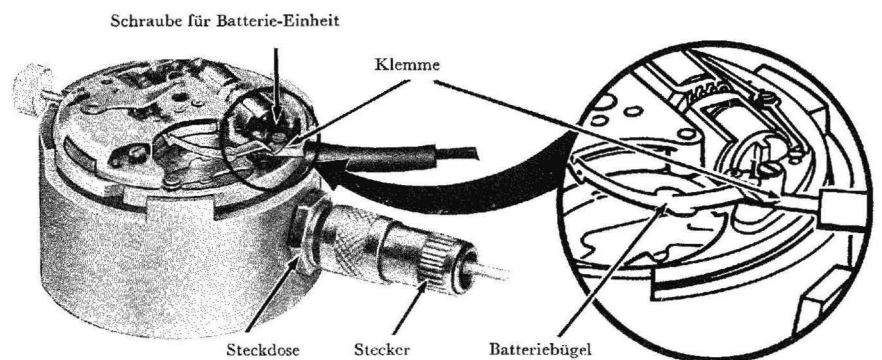

Fig. 21
8. Steckdose des Meßgeräts in den Stecker des Werkhalters und Klemme unter Batteriebügel einführen (Fig. 21). Nachdem man die Batterie in die Nische des Meßgeräts eingeschoben hat, dreht man den Wahlschalter auf Stellung «SCHWACHE SCHWINGUNGSWEITE» (LOW AMPLITUDE). Falls die Stimmgabelschwingungen nicht einsetzen, wird das Meßgerät eine übermäßige Stromstärke anzeigen. In einem solchen Fall klopft man leicht auf den Werkhalter, um die Gabel zum Schwingen zu bringen. Die Stromanzeige wird nun gegen die untere Grenze des «OK»-Bereichs oder etwas weiter hinab fallen.
1. schließt man den Stecker des Meßgeräts an die Steckdose des Werkhalters an (siehe Fig. 21) und
2. führt die Klemme des Meßgeräts unter den Batteriebügel ein (siehe Fig. 21).